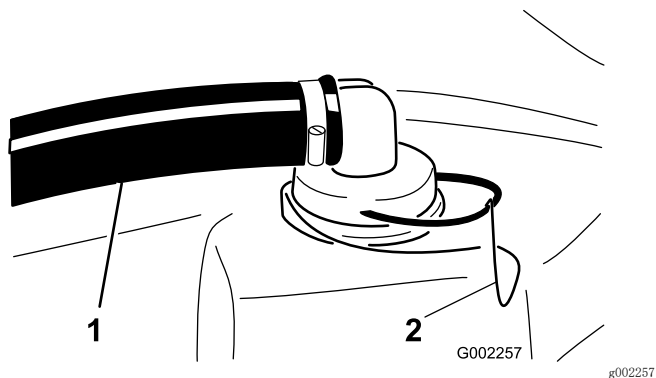

图68
2. 从药缸顶部连接至大软管的红色接头上拆下卡环 (图68)。
3. 从药缸上断开软管 (图68)。